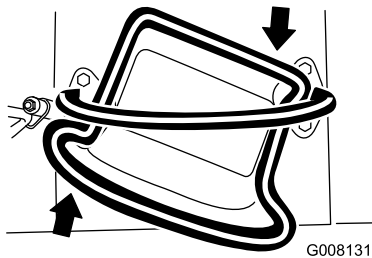

Bild 10
- Drehen Sie den Fahrantriebshebel nach rechts, um nach rechts zu fahren (Bild 10).